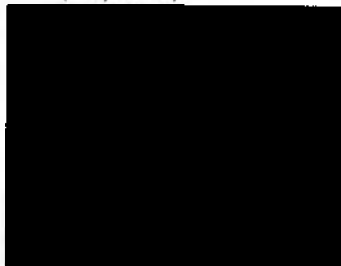

Рисунок 26. Новый пароль администратора
5. Нажмите **Select** (Выбрать), чтобы выбрать **NEW PASSWORD=** (НОВЫЙ ПАРОЛЬ=). Появится клавиатура экранного меню ниже меню **CHANGE PASSWORD** (ИЗМЕНЕНИЕ ПАРОЛЯ) (Рисунок 26).